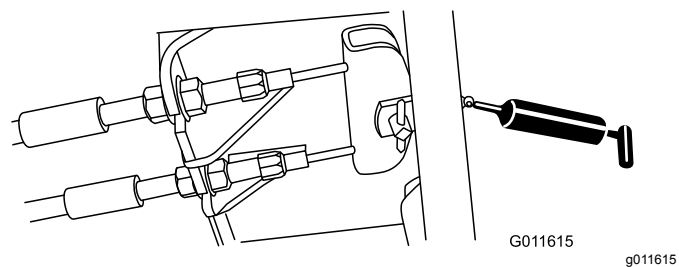

Figura 36
- Pedal de freno (1)—Figura 36